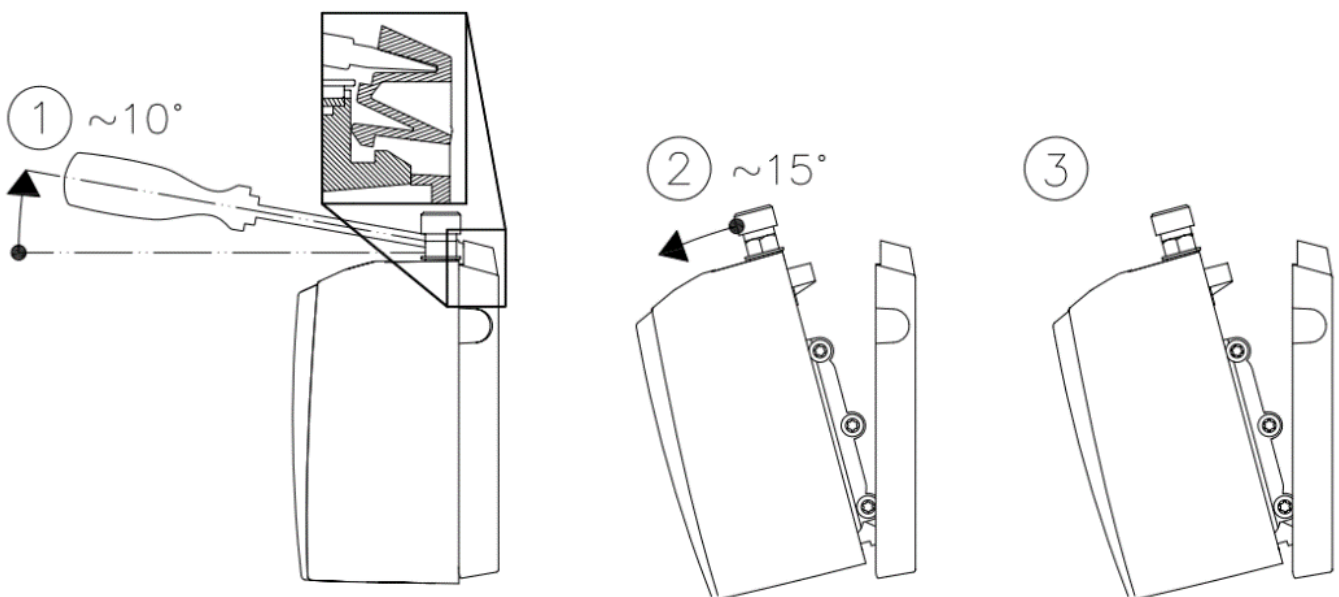

Abbildung 1: Trennen der Anschlussplatte vom EDWH
Trennen Sie die Anschlussplatte vom Heizelementgehäuse des Wasserheizers gemäß den Anweisungen in Abb. 1. Führen Sie dazu einen Schlitzschraubendreher bis zum Anschlag in die Verriegelung zwischen Kalt- und Warmwasseranschluss ein und ziehen Sie ihn leicht nach oben (1). Kippen Sie das Gerät um maximal 15°C nach vorne (2) und nehmen Sie es durch Ziehen nach oben ab. (3)